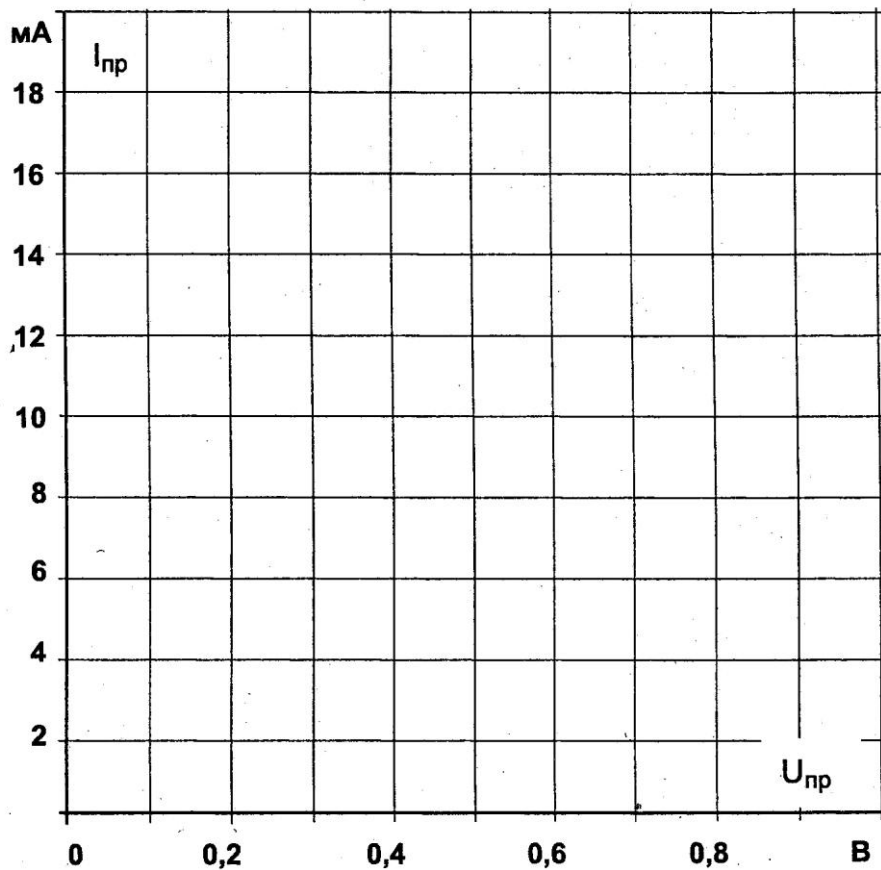

Рис. 6.2.2
- На графике (рис. 6.2.2) постройте характеристику включения р-п переходов $I_{пр} = f(U_{пр})$.